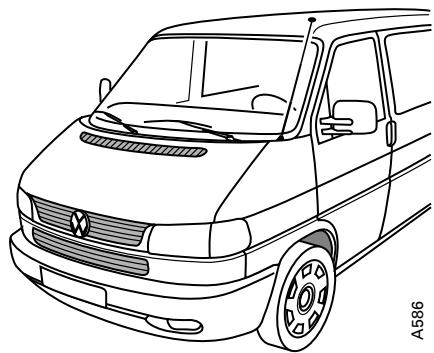

Fig. 2
- Den Halter **B** bei den neuen Modellen ab 01.96 verwenden (Fig. 2, 4b und 5b).
- In the case of the new models, use bracket **B** from 01.96 (Fig. 2, 4b and 5b).
- Utiliser le support **B** pour les nouveaux modèles à partir de janvier 96 (Fig. 2, 4b et 5b).